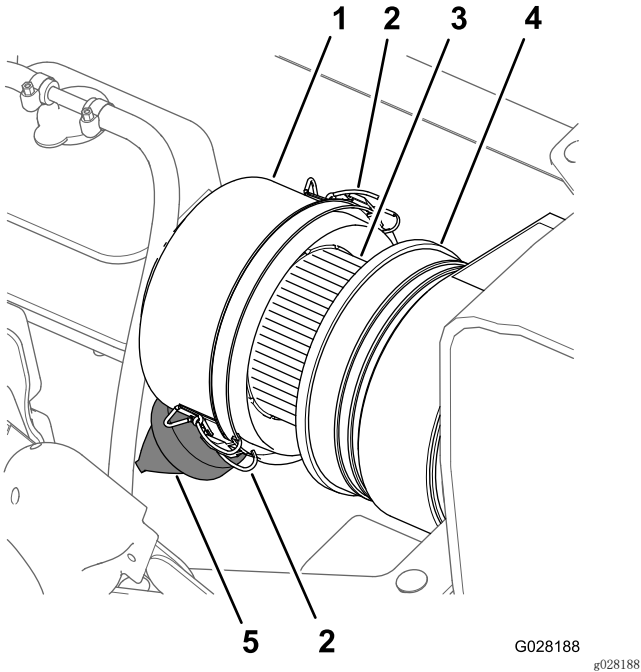
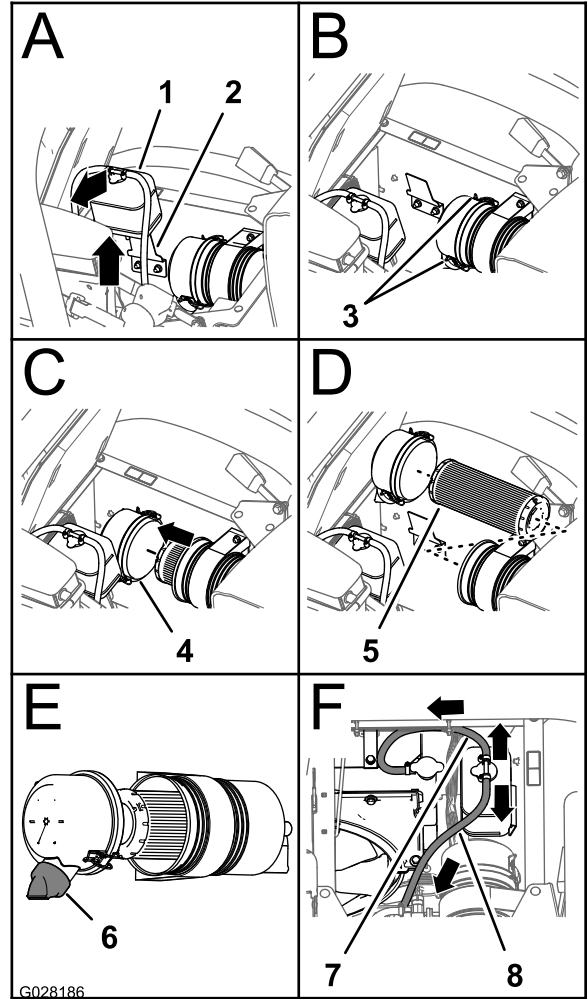

图49
图50
3. 擦拭干净防尘盖和空气滤清器壳体（图49）。
4. 检查空气滤清器壳体是否存在可能导致空气泄漏的损坏（图49）。
5. 挤压防尘阀，清除污物、灰尘和杂物（图49）。
7. 检查空气滤清器滤芯是否积聚了过多灰尘、污物和杂物（图49）。
8. 将防尘盖安装到空气滤清器壳体上，使用 2 个搭扣固定防尘盖（图49）。
2. 擦拭干净防尘盖和空气滤清器壳体（图49）。
3. 向上提起冷却液溢流罐，并将其移离溢流罐支撑架（图50）。
4. 松开将防尘盖固定至空气滤清器壳体的 2 个搭扣（图50）。
6. 用湿抹布将防尘盖、空气滤清器壳体和防尘阀内部擦拭干净（图49 和 图50）。
- 将空气滤清器滤芯插入空气滤清器的壳体（图50）。
- 将防尘盖安装到空气滤清器壳体上，使用 2 个搭扣固定防尘盖（图50）。
注意： 确保从尾端看时，防尘阀在 5~7 点钟位置是对齐的（图50）。
- 将冷却液溢流罐与溢流罐支撑架对齐，稳固放置溢流罐（图50）。
重要事项： 确保压力释放软管向前下方伸出，溢流罐通风软管向后方伸出，如 图50 所示。